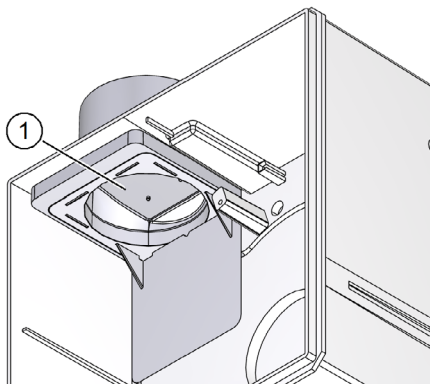
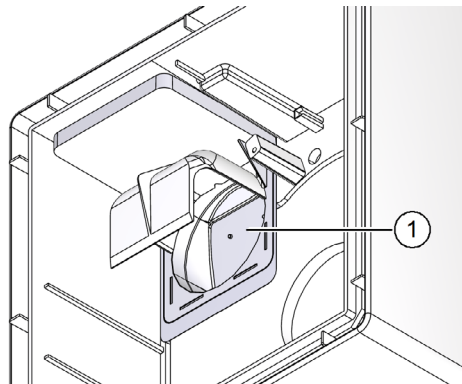

Fig. 4: Controllare l'aletta di non ritorno, scarico laterale
Fig. 5: Controllare l'aletta di non ritorno, scarico posteriore
- Controllare funzionamento e facilità di movimento dell'aletta di non ritorno (pos. 1 nella Fig. 4 o nella Fig. 5). Rimuovere le eventuali tracce di sporcizia.